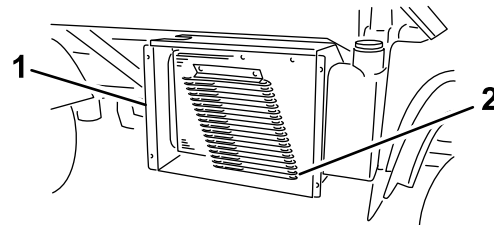

Bild 32
- Drehen Sie die Riegel und den Ölkühler (falls vorhanden) vom Kühler weg (Bild 32).